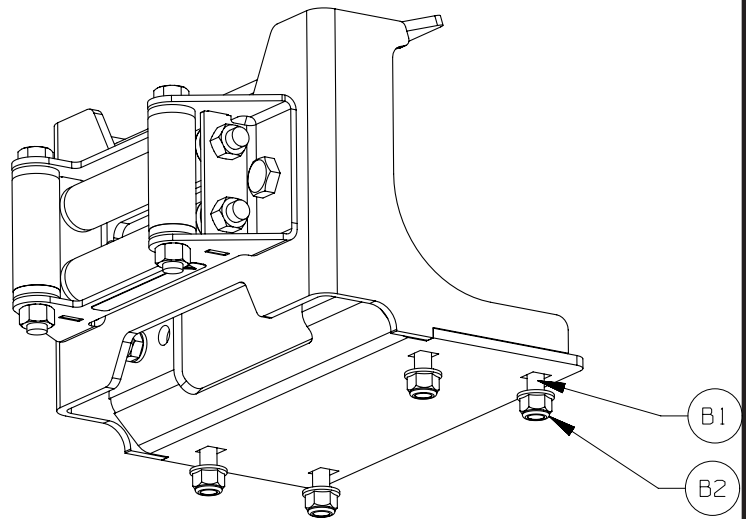

Figure 2
4. Les boulons de carrosserie (B1) doivent être placés avant d'installer le treuil. Utiliser les écrous (B2) pour fixer temporairement les boulons de carrosserie pendant l'installation du treuil. Voir la figure 2.